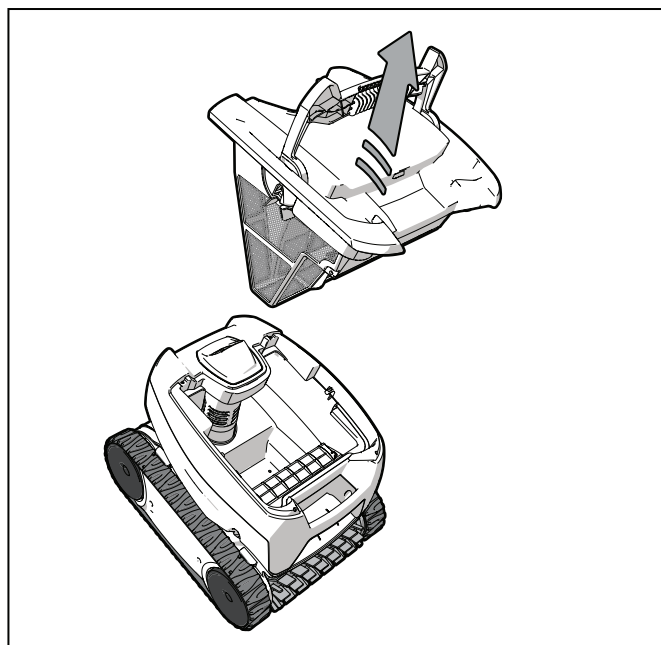

Figure 10. Retrait de la cartouche filtrante
3. Saisissez la poignée et soulevez la cartouche filtrante pour la retirer (Figure 10).